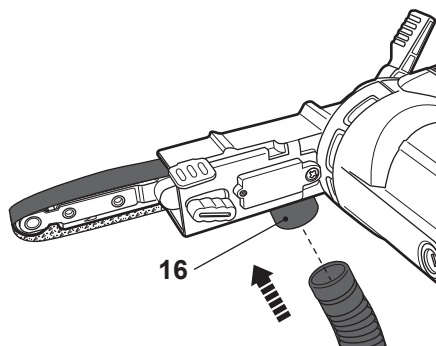

Fig. 12
De forma alternativa, se puede conectar un sistema de extracción de polvo o una aspiradora adecuada a la salida de extracción de polvo (16) para mantener la zona de trabajo más limpia y segura (Fig. 12).